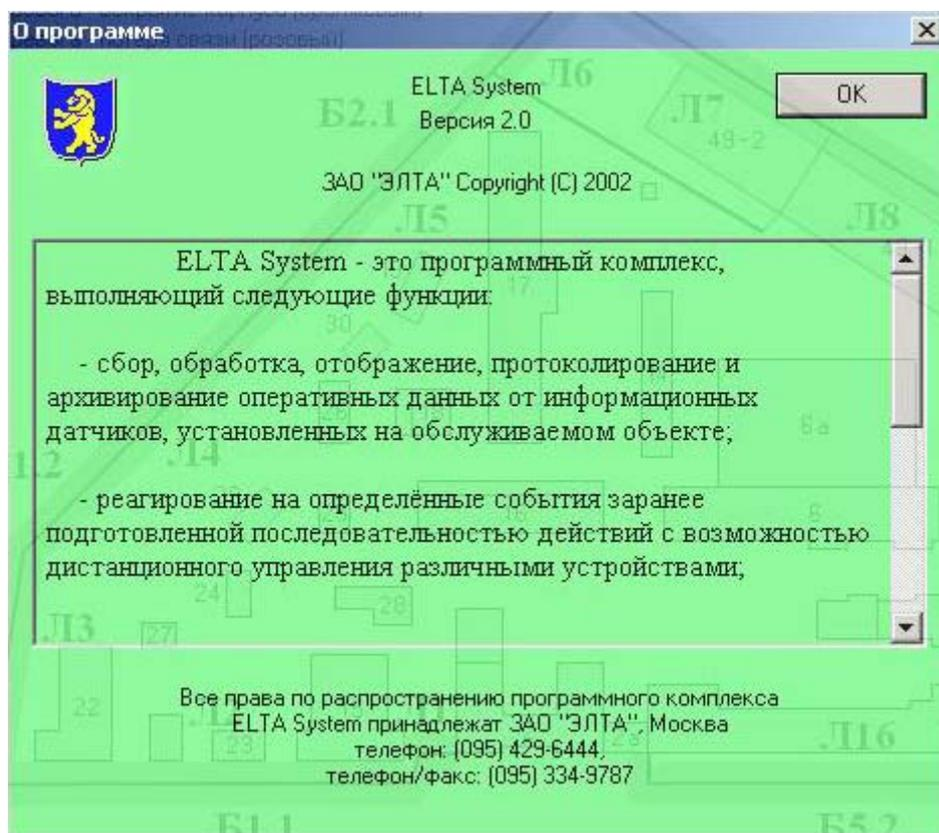

Рис. 2.4.
2.2.2.2. Подменю «О программе». Рис. 2.4.